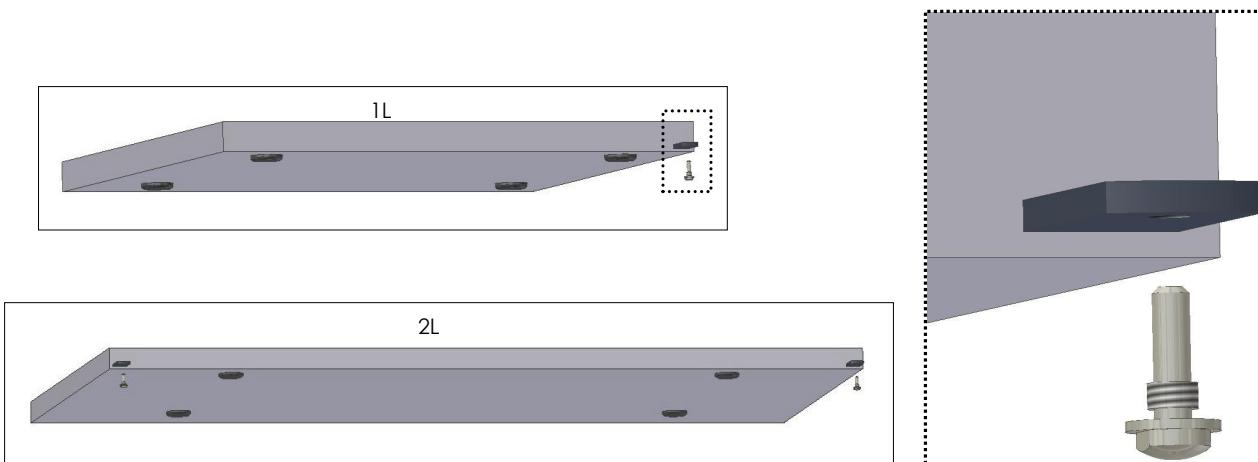

Fig. 1
- Collocare **i perni inferiori** nella levetta di fissaggio della porta (Fig.1);